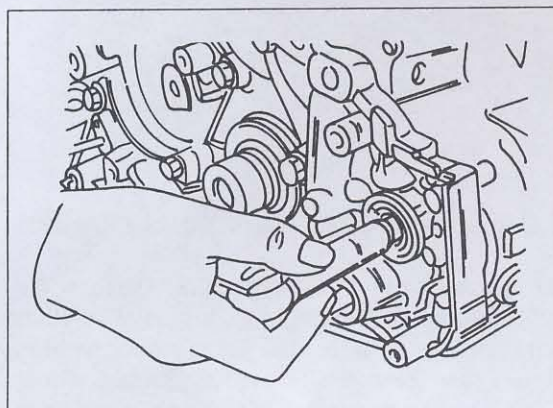

Bild 134
- Einen Schraubenzieher, wie bereits weiter vorn gezeigt, in den Zylinderblock einschieben, um die Welle in ihrer Lage zu halten und die Schraube der Welle anziehen. Die Schraube liegt in der Innenseite einer Öffnung im Gehäuse und ist entsprechend Bild 134 anzuziehen.